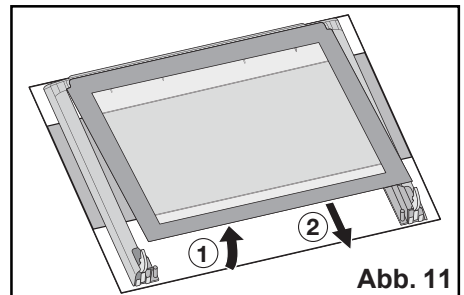

Abb. 11
9. heben Sie die obere Scheibe vorsichtig etwas an und ziehen Sie die Scheibe heraus, die an dem Zierrahmen auf allen vier Seiten erkennbar ist (Abb. 11).